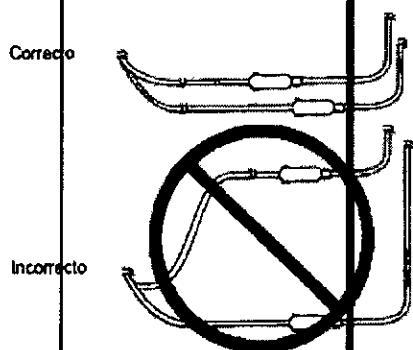

Figura 3. Colocación para dos electrodos-extensiones
- Cuando se implanten dos electrodos, coloque los electrodos extensiones de forma que la zona que quede entre ellos sea la mínima posible (Figura 3). Si los electrodos-extensiones se dirigen en forma de budo y el paciente queda expuesto a alguna fuente de interferencias electromagnéticas (como detectores antirrobo),